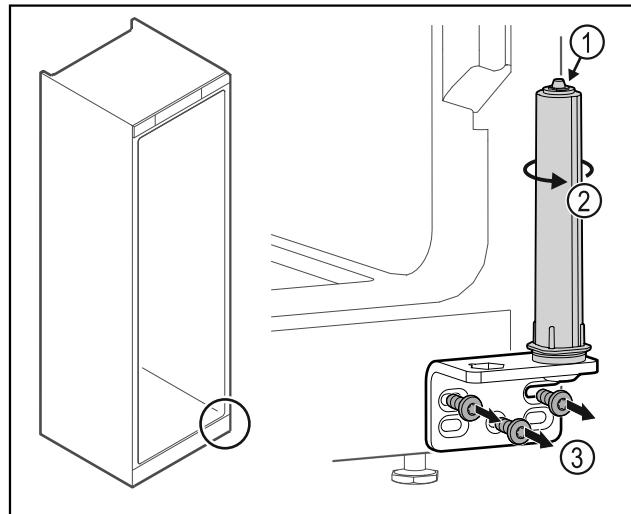

Fig. 32
- ▶ Не розбирати систему закриття дверей Fig. 32 (1).
- ▶ Повернти систему закриття Fig. 32 (2) до клацання.
- ▶ Відкрутити шарнірний кутик Fig. 32 (3).